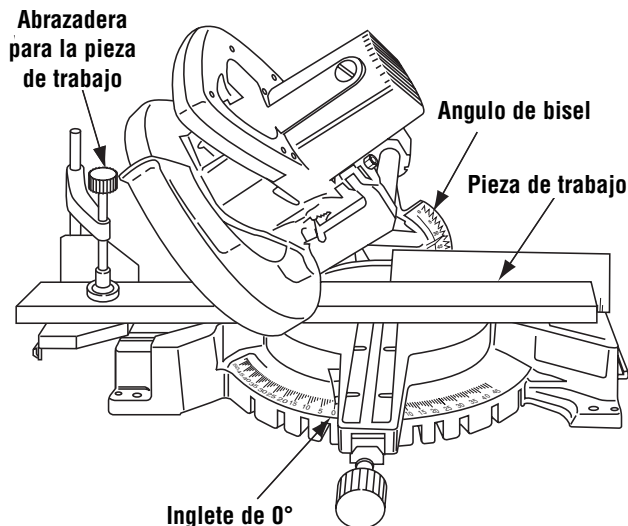

Figura 30. Corte en bisel
1. Afloje el mango de fijación de bisel. Incline el ensamblaje del cabezal hasta el ángulo de bisel deseado. Apriete el mango de fijación de bisel (Figura 30).